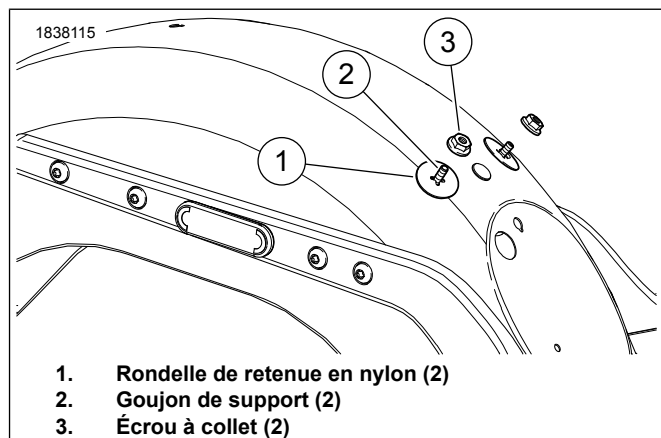

Figure 2. Support de selle clouté
4. Figure 2 Retirer le support de siège clouté, s'il présent. La mettre au rebut.
- a. Déposer les rondelles de retenue en nylon (1) des goujons du support (2).